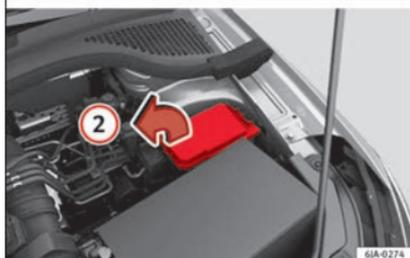

Abb. 86 Im Motorraum: Abdeckung des Sicherungskastens - Variante 1
- Drücken Sie die Verriegelungslasche der Abdeckung in Pfeilrichtung **①** »» **Abb. 86** oder »» **Abb. 87**.
- Heben Sie die Abdeckung an und ziehen Sie sie in Pfeilrichtung **②** heraus.